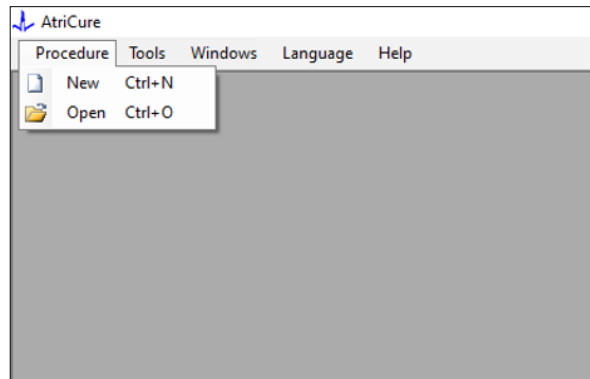
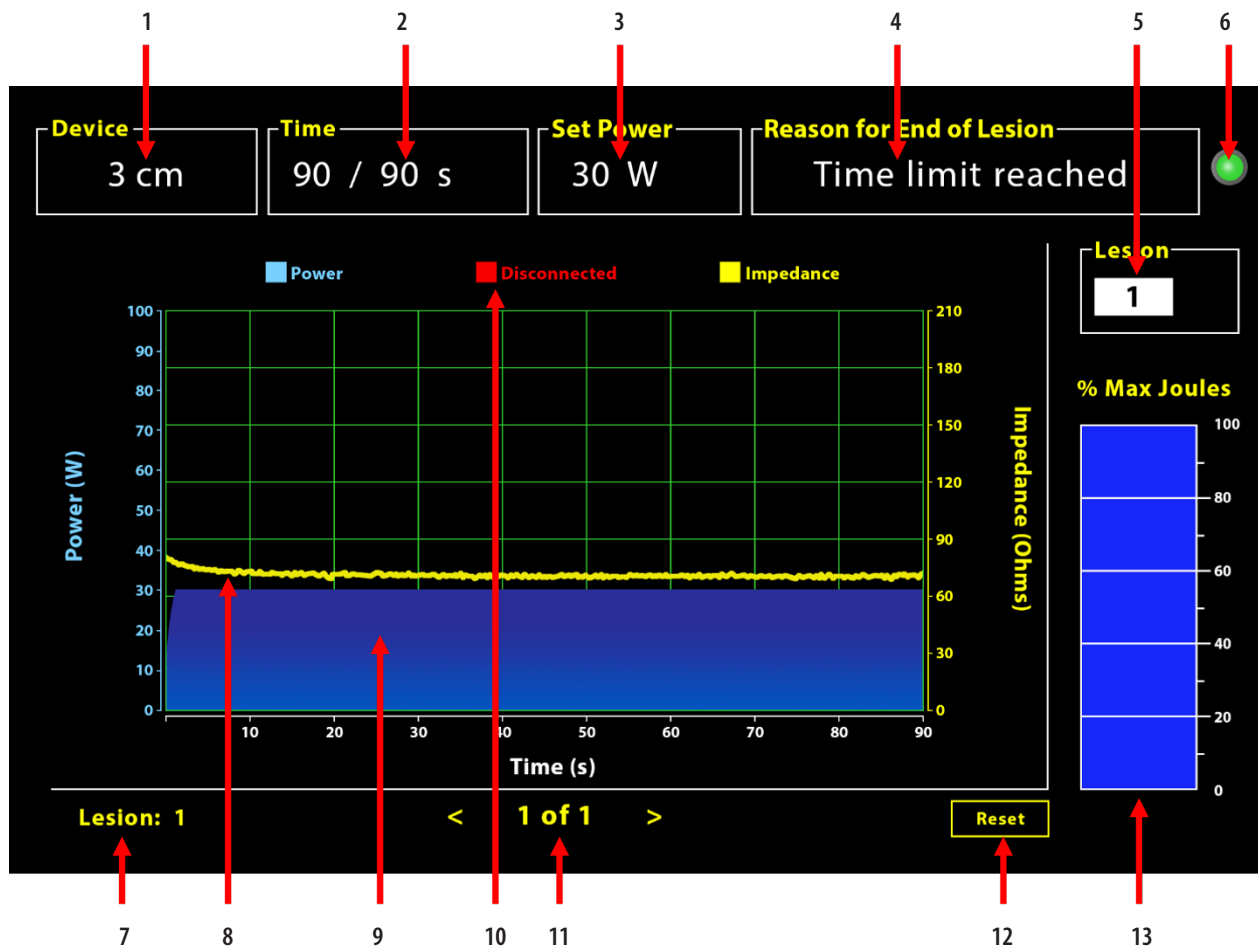

Figura 4: Opción para abrir una nueva ventana de procedimiento
Figura 5. Diseño de la interfaz del software
2. Al seleccionar Procedimiento > Nuevo se abre la siguiente ventana (consulte la **Figura 4** y **Figura 5**):
El generador sigue suministrando energía de RF para la ablación a menos que se cumpla uno de los tres criterios. Estas razones se mostrarán en la ventana "Razón del fin de la lesión" [n.º 4 en la Figura 5]: